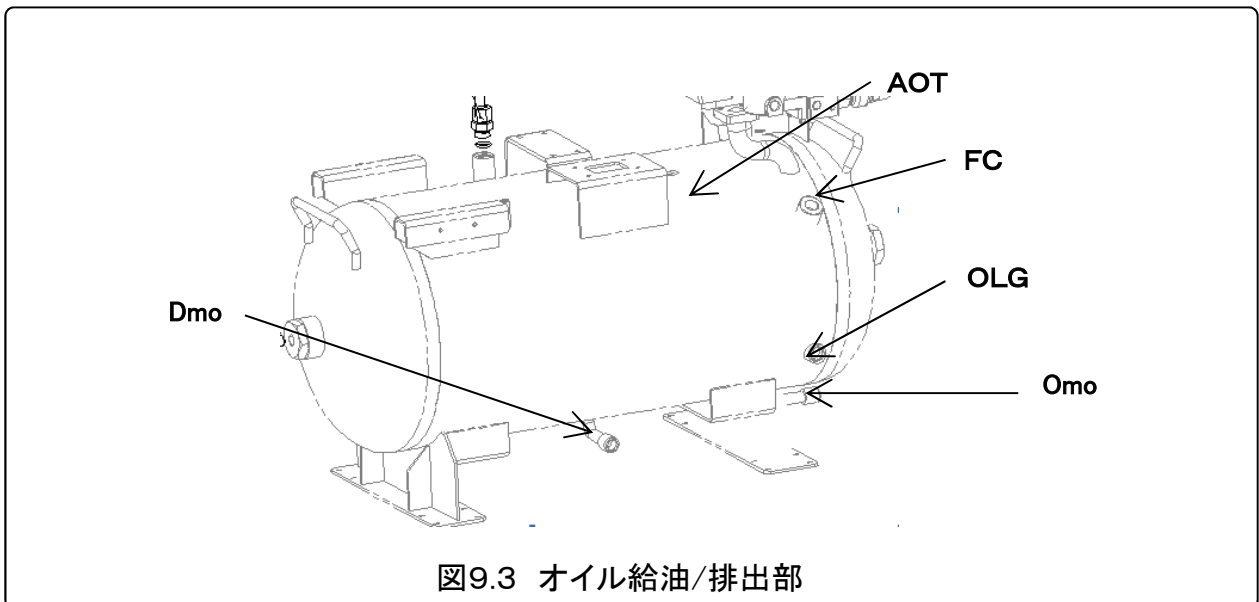

図9.3 オイル給油/排出部
- (1) コンプレッサを数分間運転してください。
- (2) コンプレッサを停止させて、空気取出口(バルブ)を閉じてください。セパレータタンクの圧力が OMPa になっていることを確認してください。
- (3) フードパネルを開けてください。
- (4) 注油口プラグ(図9.3-FC)をゆっくり外して、セパレータタンクに圧力が残っていないことを確認してください。排油口ボールバルブ(図9.3-Omo)を開き、セパレータタンク内のオイルを抜いてください。
- (6) 排油口ボールバルブを閉め、LRオイルを、油量計(図9.3-OLG)中央～上限まで給油してください。
- (7) 給油後、給油口プラグを締め付けてください。
- (8) 再度、コンプレッサを数分間運転してください。
- (9) コンプレッサを停止させてオイル量を確認し、油量計(図9.3-OLG)の中央を下回っている場合は、LRオイルを給油口(図9.3-FC)から油量計の中央上まで補給してください。
- (10) フードパネルを閉じてください。